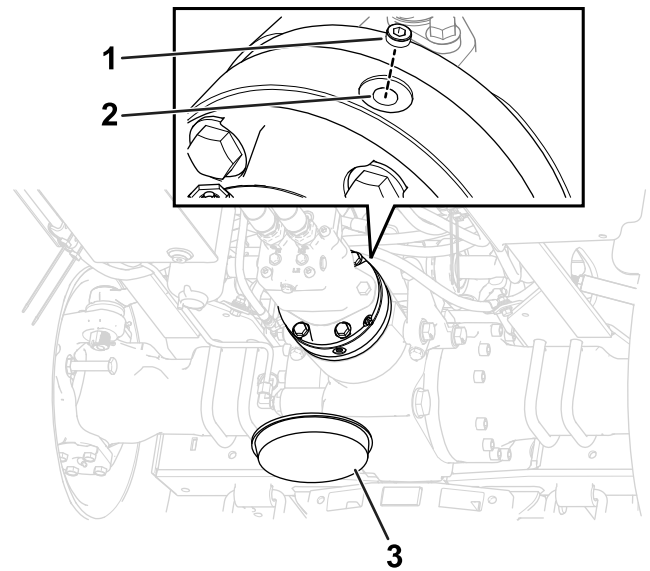

Figura 106
5. Rimuovete il tappo di riempimento nella parte superiore dell'alloggiamento del freno (Figura 106).
7. Montate il tappo di riempimento nel relativo foro (Figura 106).